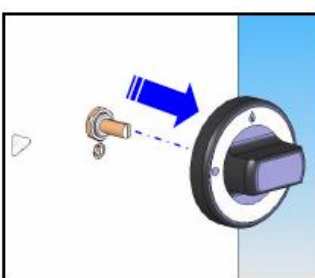

Figure 6
- Remove On-Off knob of Heater Mechanism (Figure 6).
- Entfernen des Ein/Ausschaltknopfes vom Heizmechanismus (Bild 6.).